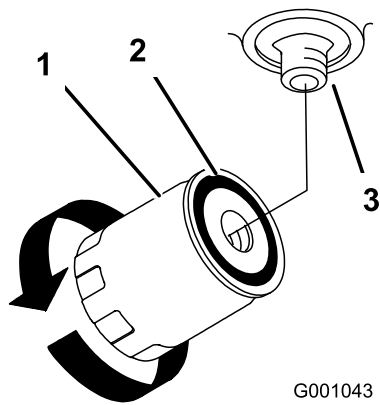

Figura 89
7. Aplique una capa fina a la junta de goma del filtro nuevo (Figura 89).
9. Llene el depósito hidráulico con fluido hidráulico hasta que éste rebese por encima del filtro, gire el filtro de fluido en sentido horario hasta que la junta de goma entre en contacto con el adaptador del filtro, luego apriete el filtro media vuelta más (Figura 89).